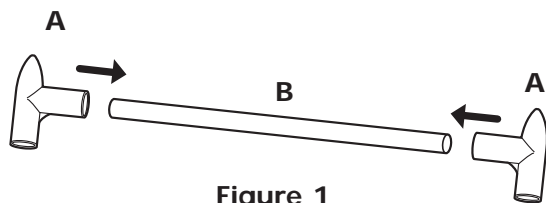

Figure 1
Install 2 end caps (A) onto each end of Crossbrace (B). Repeat step with all 4 Crossbraces (B). (Figure 1)
Enfoncer les 2 capuchons d'extrémités (A) fermement dans les bouts du croisillon (B). Répéter l'étape avec les 4 croisillons (B). (Figure 1)